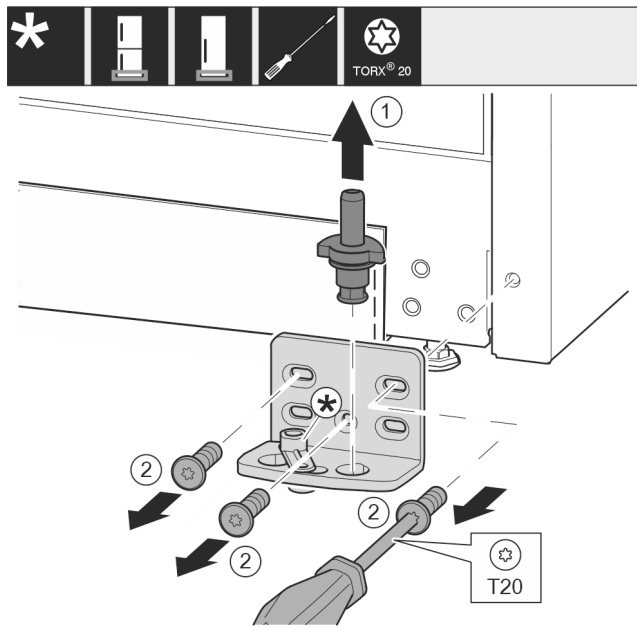

Fig. 14
- Wyjąć kompletny trzpień zawiasu Fig. 14 (1) w górę.
- Wykręcić śruby Fig. 14 (2) śrubokrętem i zdjąć płytkę zawiasu.